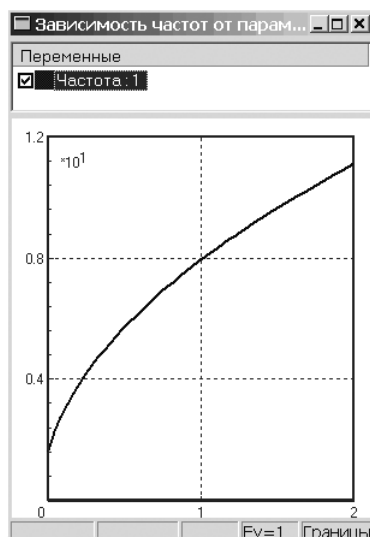

Рис. 1.51. Зависимость частоты колебания маятника от параметра **cstiff** – коэффициента жесткости
- щелкните по кнопке **Выполнить расчет** для запуска процесса расчета. Появятся результаты расчета в графическом окне, см. рис. 1.51.